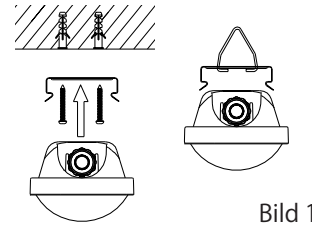

Bild 1
**Bild 1:** Die Bohrlöcher an den entsprechenden Stellen anzeichnen, die Löcher bohren und die Dübel einsetzen und Halteklammern anschrauben. Bei Holzwänden oder Leichtbauwänden passendes Material verwenden. Abhängungen können direkt an den Halteklammern befestigt werden.